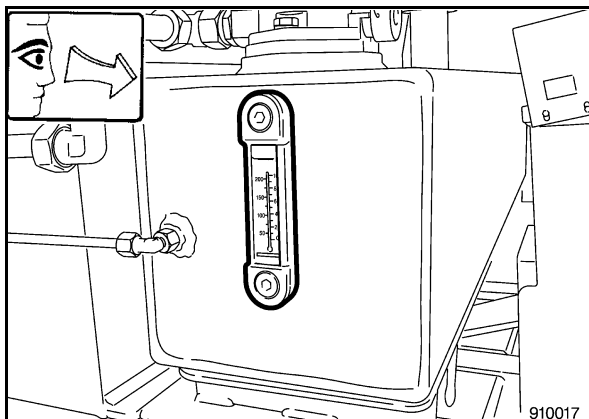

Bild 27
- Ölstand am Schauglas (Bild 27) prüfen.